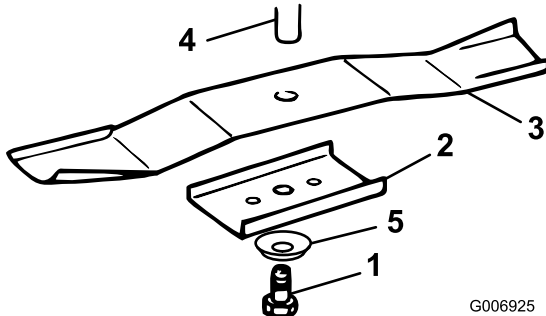

Bild 32
3. Entfernen Sie die Schraube (5/8 Zoll-Schlüssel), Wellenscheibe, den Halter und das Schnittmesser (Bild 32). Sie können einen Holzklötz zwischen das Schnittmesser und das Mähwerk keilen, um das Schnittmesser beim Entfernen der Schraube zu blockieren.
1. Montieren Sie das Schnittmesser, den -halter, die Wellenscheibe (Schalenseite zum Messer) und die Messerschraube (Bild 32).